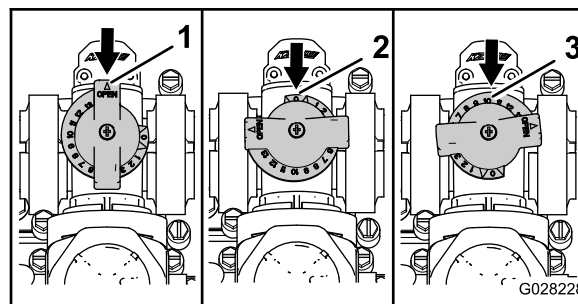

图31
- 图31 中 A 所示为搅拌旁通阀处于完全“打开”位置。
- 图31 中 B 所示为搅拌旁通阀处于“关闭0”位置。
- 图31 中 C 所示为搅拌旁通阀处于中间位置经打药车系统压力表进行调节。